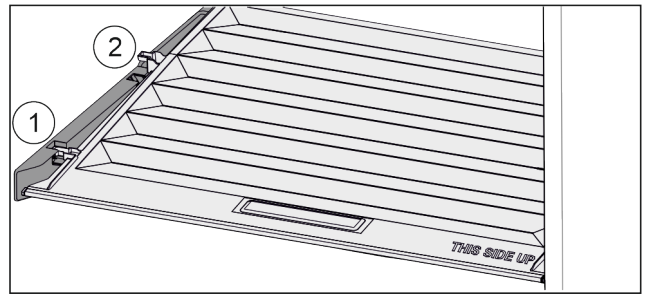

Fig. 27
- Deksel tot de opening in de vasthoud delen naar voren trekken Fig. 27 (1).
- Aan de achterkant vanaf de onderkant omhoog tillen en vanaf de bovenkant verwijderen Fig. 27 (2).